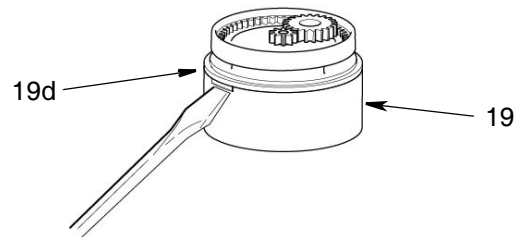

FIG. 13
6. Introduisez un tournevis dans l'encoche de l'ensemble (19) du piston et retirez le couvercle (19d) du piston en faisant levier. Voir la FIG. 13. Déposez toutes les pièces.